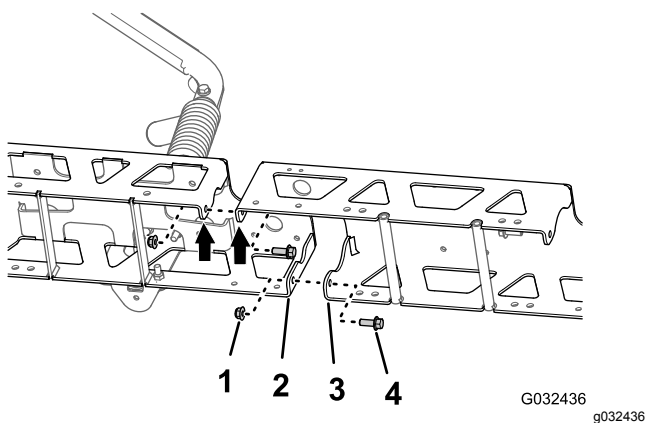

Figure 117
1. Alignez les trous dans les brides verticales du cadre en treillis central de la section centrale et les trous dans le cadre en treillis extérieur de la section centrale (Figure 117).
- Fixez légèrement l'extension de rampe centrale au cadre en treillis (Figure 117) à l'aide des 2 boulons à embase (3/8" x 1") et des 2 contre-écrous à embase (3/8").
- Alignez les trous dans les brides verticales du cadre en treillis central de la section centrale et les trous dans le cadre en treillis extérieur de la section centrale (Figure 117).
- Fixez légèrement l'extension de rampe centrale à l'autre cadre en treillis (Figure 117) à l'aide des 2 boulons à embase (3/8" x 1") et des 2 contre-écrous à embase (3/8").